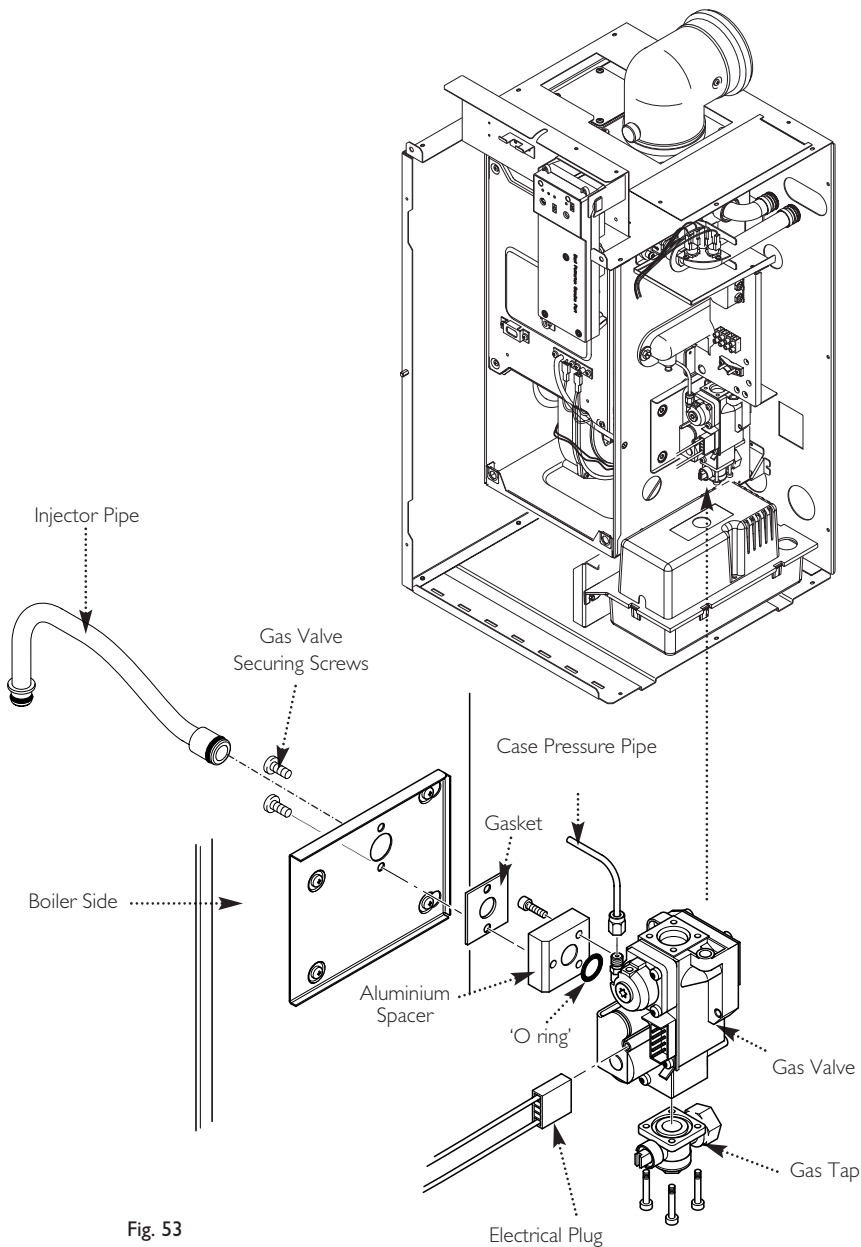

Fig. 53
13.9 Injector Pipe (Fig. 53)
13.10 Gas Valve (Fig. 53)